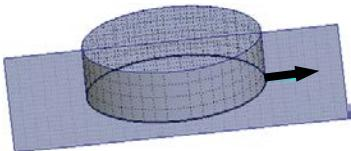

图 18.12 “合并面组”的侧
(3) 在模型中选取要合并的面组的侧, 如图 18.12 所示。
(4) 在操控板中单击 **选项** 按钮, 在“选项”界面中选中 **相交** 单选项, 单击 按钮。